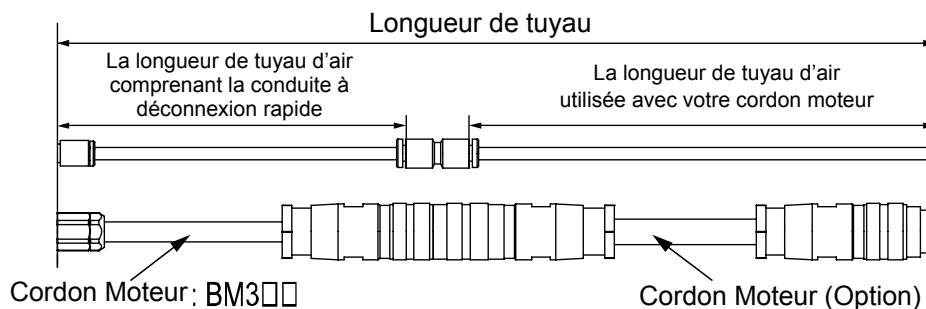

Fig. 29
(1) Un axe moteur est connecté au boîtier de contrôle.	Pression d'air (MPa)	0.2		0.25			0.3
(2) Deux axes moteur sont connectés au boîtier de contrôle.		0.4	0.5						Pas permis. *Nota 2
*Note 1: La "Longueur de tuyau" indique la longueur totale de tuyau comprenant la conduite à déconnexion rapide et le tuyau du cordon moteur. Cf. Fig. 29 pour savoir comment calculer la "longueur de tuyau".